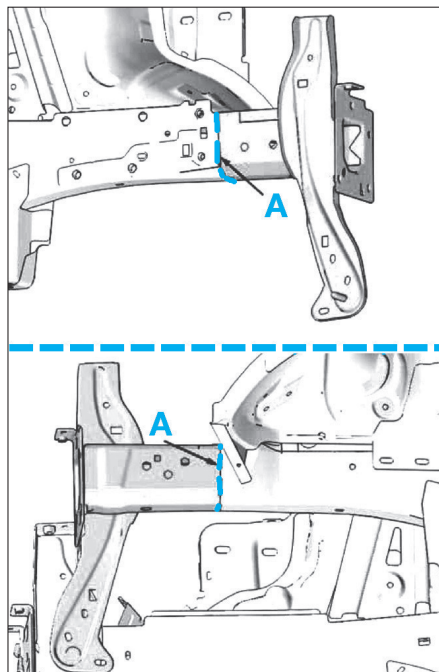
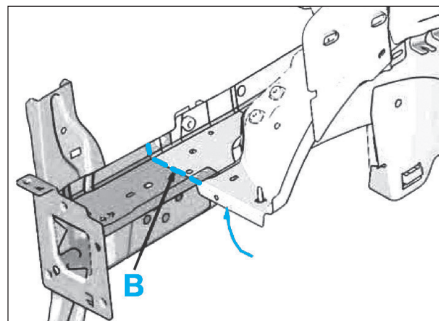
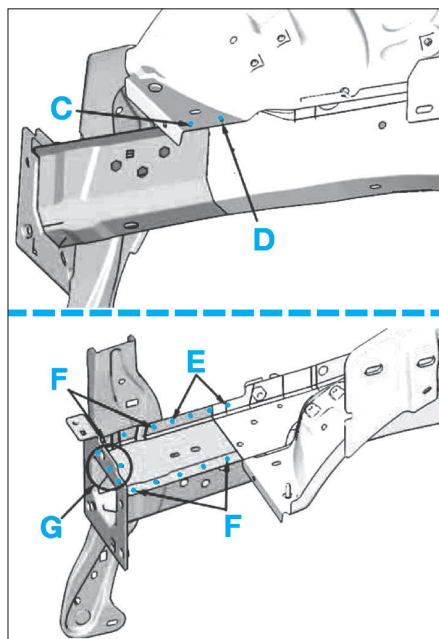

FIG. 10
FIG. 11
FIG. 12
- Poser et souder la pièce neuve aux endroits indiqués A, B, C, D, E, F et G (Fig.10), (Fig.11) et (Fig.12).